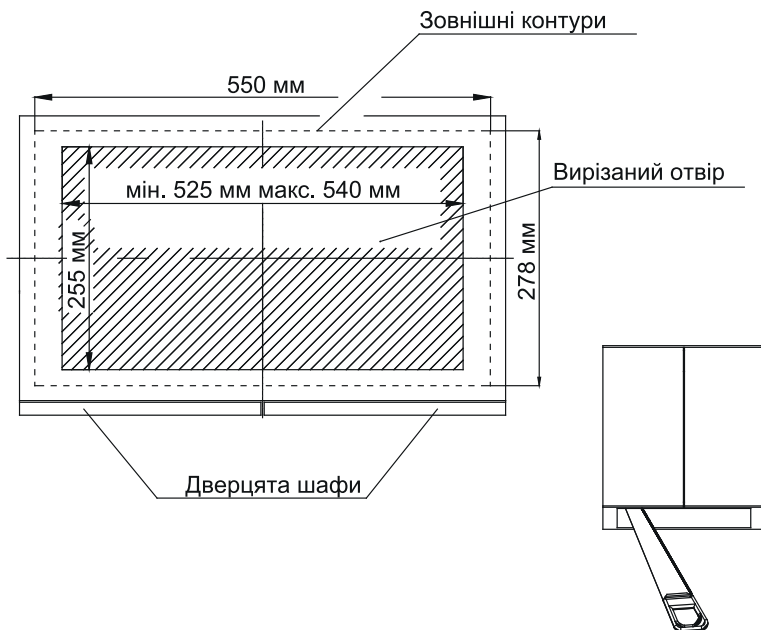

Рис. 3. Монтажний отвір для встановлення витяжки
1. Підготуйте шафу до встановлення витяжки: проріжте отвір у дні шафи згідно кресленню (Рис. 3).